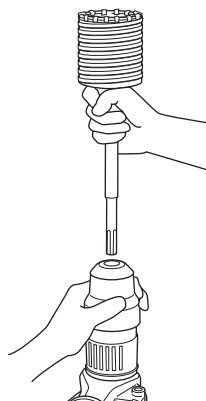

Fig. 17
- (2) Montar la espiga de la barrena tubular en el martillo perforador. (Fig. 17)